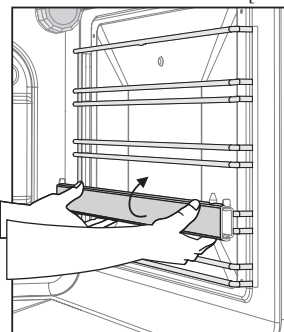

Рис. 23
- **Телескопические направляющие** крепятся на проволочные направляющие и служат для выдвигания готовящегося блюда за пределы горячей духовки. Телескопические направляющие могут быть установлены на разной высоте, в зависимости от того, на каком уровне должно идти приготовление пищи. Чтобы переустановить телескопическую направляющую, необходимо отвести ее нижний край (рис.23), а затем движением вниз снять с проволочных направляющих. Установка на другой уровень производится в обратной последовательности.